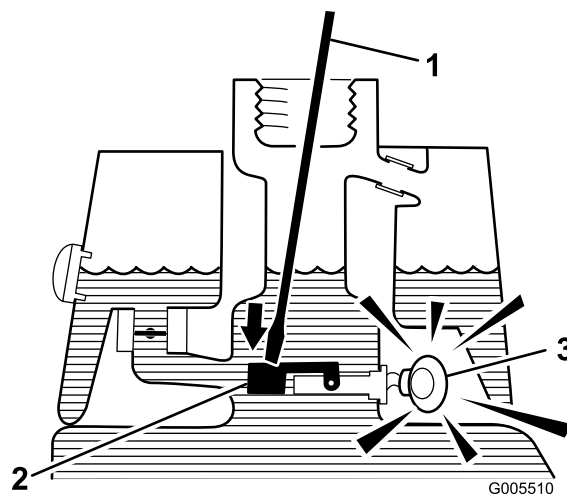

図 13
3. Iよごれのない鉄の棒やねじ回しなどをタンクの首から差し込んで、オイルレベルセンサーのフロート(図 13)を押し下げる：一秒後にアラームがなれば正常。